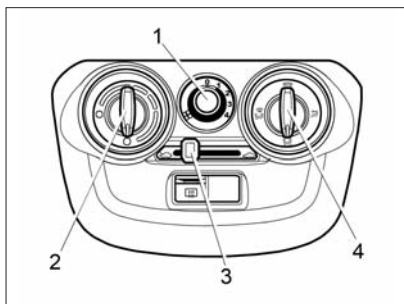
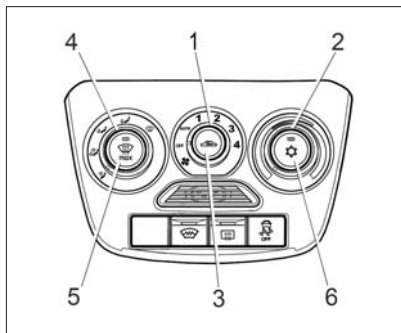

Рис. 41. Блок управления системой вентиляции и отопления
Рис. 43. Блок управления климатической системой (в вариантном исполнении)
Отопительно-вентиляционная установка автомобиля предназначена для создания в салоне комфортной температуры воздуха, значение которой регулируется блоком управления системой вентиляции и отопления (рис. 41). Однако она не может обеспечить в салоне температуру ниже, чем имеет наружный воздух.
– **рукоятку 2** (см. рис. 41) повернуть по часовой стрелке в крайнее правое положение до упора (синяя точка на блоке управления), а **в вариантном исполнении (см. рис. 43)** повернуть против часовой стрелки в крайнее левое положение синей зоны;
– **рукоятку 1** (см. рис. 41) переключателя режимов работы элект-
- **рукоятку 2** (см. рис. 41) повернуть против часовой стрелки в крайнее левое положение до упора (красная точка на блоке управления), а **в вариантном исполнении (см. рис. 43)** повернуть по часовой стрелке в крайнее правое положение красной зоны;
- **рукоятку 1** (см. рис. 41) переключателя режимов работы вентилятора поставить на скорость в зависимости от степени запотевания стекол.
- **рукоятку 4** (см. рис. 41) установить в положение ;
- **рукоятку 1** (см. рис. 41) переключателя режимов работы вентилятора отопителя поставить на максимальную скорость подачи воздуха в салон.
- **рукоятку 2** (см. рис. 41) повернуть против часовой стрелки в крайнее левое положение до упора (красная точка на блоке управления), а **в вариантном исполнении (см. рис. 43)** по часовой стрелке в крайнее правое положение красной зоны;
исполнении (см. рис. 43) режим рециркуляции включается и выключается кнопкой 3.
В вариантном исполнении автомобиль комплектуется климатической установкой (рис. 43). Климатическая установка имеет режим кондиционирования, автоматический режим поддержания заданной температуры воздуха в салоне и автоматический режим очистки ветрового стекла.
вления климатической установкой отличаются от органов управления системой вентиляции и отопления (см. рис. 41), логика и алгоритмы управления, описанные выше для системы вентиляции и отопления, верны и для климатической установки. Кроме того, климатическая система позволяет обеспечивать охлаждение воздуха, подаваемого в салон автомобиля, автоматический режим поддержания заданной температуры воздуха в салоне и автоматический режим очистки ветрового стекла.
2. Включите вентилятор, установив **рукоятку 1** (рис. 43) в одно из положений «1», «2», «3», «4» или «АВТО».
установки, установив **рукоятку 1** (см. рис. 43) в положение «4».
С помощью **рукоятки 2** (см. рис. 43) можно установить желаемую температуру воздуха в салоне. Климатическая система будет автоматически поддерживать установленную температуру воздуха в салоне в пределах производительности климатической установки и установленного допуска. Для наиболее эффективной работы в автоматическом режиме поддержания заданной температуры **рукоятка 1** управления вентилятором климатической системы должна быть включена в положение «AUTO» (для автоматического управления скоростью подачи воздуха).
При повторном нажатии **кнопки 5** (см. рис. 43) с символом  автоматический режим очистки ветрового стекла выключится и климатическая система вернется в исходное состояние.